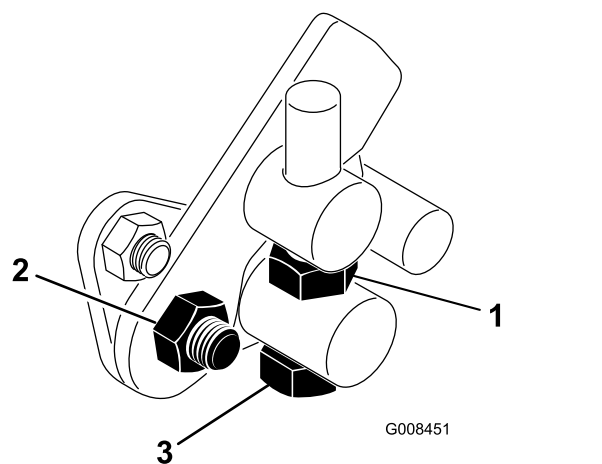

Figura 41
4. Aperte a porca de retenção no parafuso do eixo e a porca na articulação do pedal para bloquear o ajuste (Figura 41). Verifique o ajuste e ajuste se for necessário.